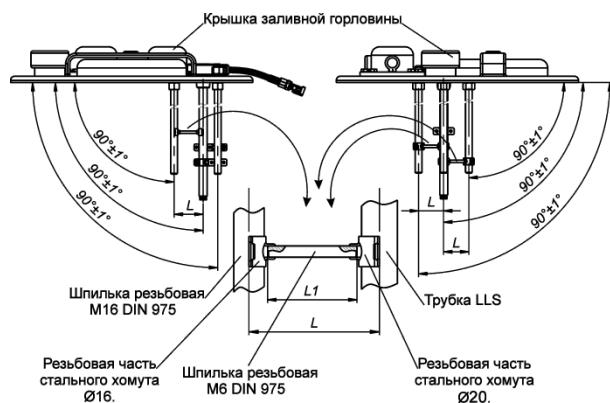

Рисунок 63
7. Определить длину (L1) резьбовой шпильки DIN 975 M6 согласно рисунку (Рисунок 63).
- Вставляя любой стержень Ø3...4 в резьбовые отверстия хомутов, и контролируя размеры (линейные и угловые) указанные на рисунке (Рисунок 63) определите длину L1.